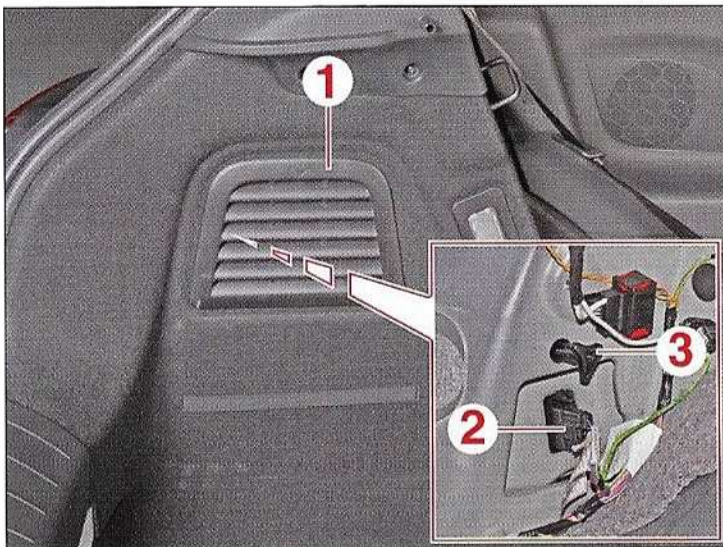

FIG.1
- Déposer la trappe (1) (Fig.1).
- Débrancher le connecteur électrique (2).
- Déposer l'écrou (3).